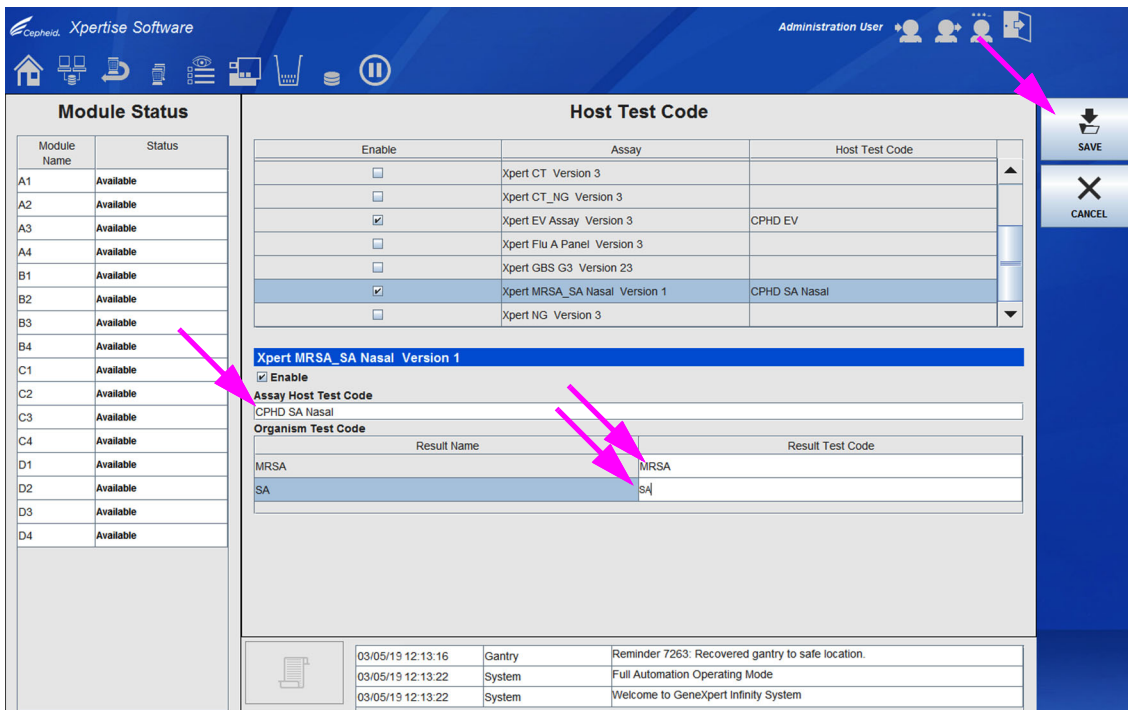

图 2-39. 主机测试代码 (Host Test Code) 工作区 – 显示输入代码的多结果检测法
3. 在主机测试代码 (Host Test Code) 工作区的**检测法主机测试代码 (Assay Host Test Code)** 字段（参见图 2-39），键入输入主机的代码。您可以键入 1 至 15 个字符。
4. 将结果测试代码键入**结果测试代码 (Result Test Code)** 字段。请参见图 2-39。对于多结果检测，会有两个或多个要输入的结果测试代码。